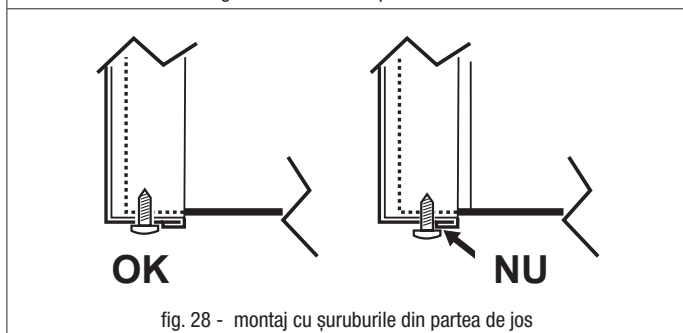

fig. 28 - montaj cu șuruburile din partea de jos
3. Efectuați operațiunile în ordine inversă, pentru a monta la loc panoul anterior. Asigurați-vă că panoul este corect prins de panoul superior și că se sprijină complet pe panourile laterale. Capul șurubului „A”, după ce a fost strâns, trebuie să fie poziționat conform indicațiilor din „fig. 28 - montaj cu șuruburile din partea de jos”).